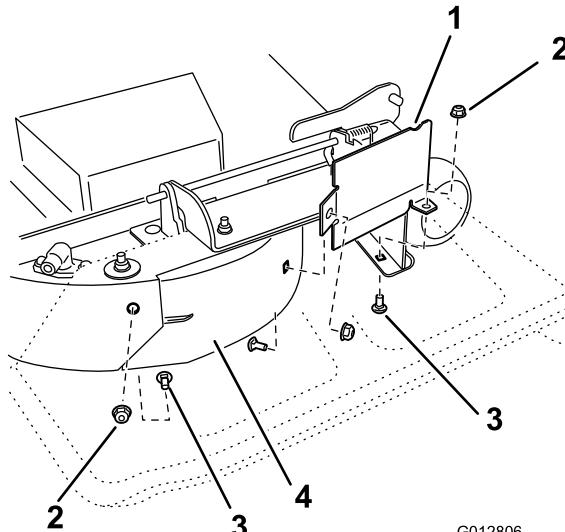

Figure 33
9. Sur la paroi arrière du plateau de coupe, retirez le boulon de carrossier Bolt5_16x3_4; et le contre-écrou (5/16 pouce) qui fixent le déflecteur au plateau (Figure 33).
10. Trouvez la protection du déflecteur sur le bord avant de l'ouverture d'éjection latérale. Retirez les fixations qui maintiennent la protection du déflecteur droit sur le plateau de coupe, comme indiqué à la Figure 33. Enlevez le déflecteur et conservez toutes les fixations.
- Placez les fixations retirées précédemment dans les trous avant de la plaque d'éjection et le trou à l'avant du plateau de coupe (Figure 33).